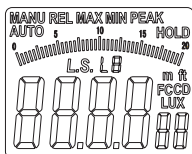

Figure 6
- Maintenez le bouton "MAX/MIN/LS" pendant une seconde et la valeur LS clignotera sur l'écran LCD (comme montré dans la figure 6). Le dispositif est maintenant en mode de sélection de source. Appuyez sur "REL/PEAK" ou "HOLD/ZERO" pour changer la source lumineuse (L0-L9), appuyez longuement pour accélérer le changement. Appuyez à nouveau sur "RAN" pour revenir à l'étape précédente.